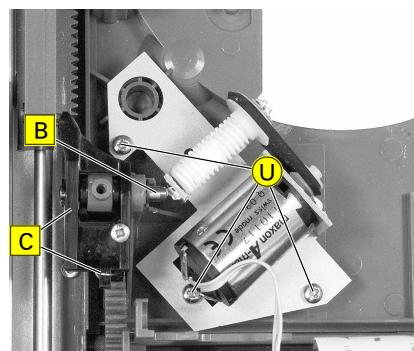

Fig. 9
- 3 Schrauben **U** herausschrauben und Motoreinheit abnehmen (Fig. 9).
- Achse **B** herausziehen und die Zahnräder **C** herausnehmen (Fig. 9).
- Undo 3 screws **U** and take out the motor unit (Fig. 9).
- Pull out shaft **B** and take off the gear wheels **C** (Fig. 9).